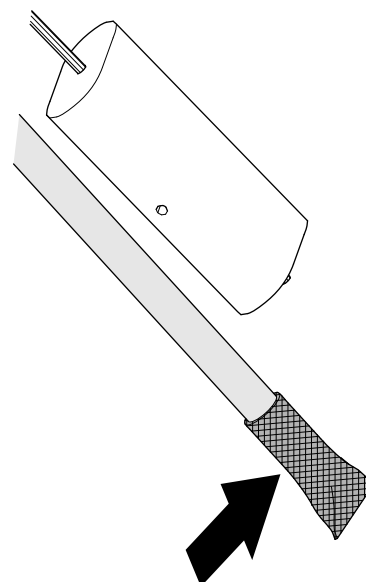

Bild 95
1. Reinigen Sie das Sieb am Ende des Kraftstoffzulaufschlauchs (**Bild 95**).